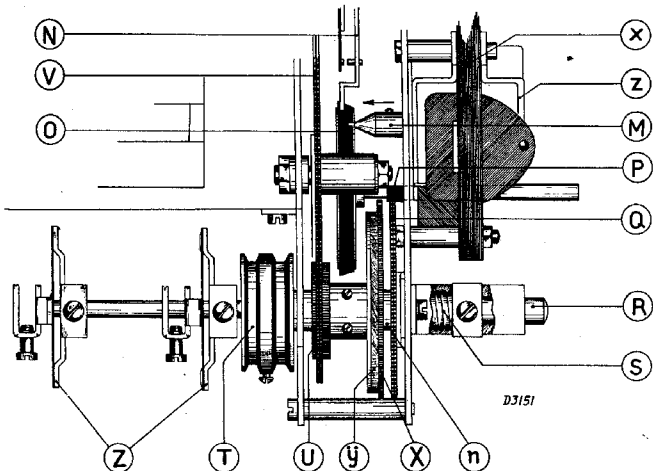

Fig. 12
Doordat de motor draait komt het rondsel M (fig. 12) naar links (zie pijl). Hierbij wordt ón de veegroep N kortgesloten en de koppeling tusschen M en O tot stand gebracht. Het op de as met schijf O gemonteerde rondsel P doet tandwiel Q draaien. Tusschen Q en de as R bestaat een drukkoppeling door veer S waardoor de hoofdas van de kiesschijven meedraait en over tandwielen U en V ook de variabele condensator.
1. De beide koppelstukken Z (fig. 12) losnemen, geheel op de koppelas schuiven en met deze as uitnemen.